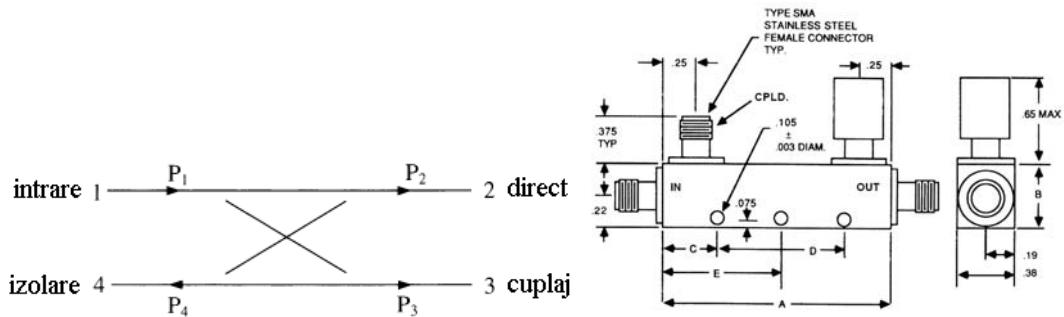

Figura 1
- Deși numerele alocate portilor sunt introduse prin convenție, tradițional numerele alocate (corespunzătoare formulelor) sunt cele din figura 1